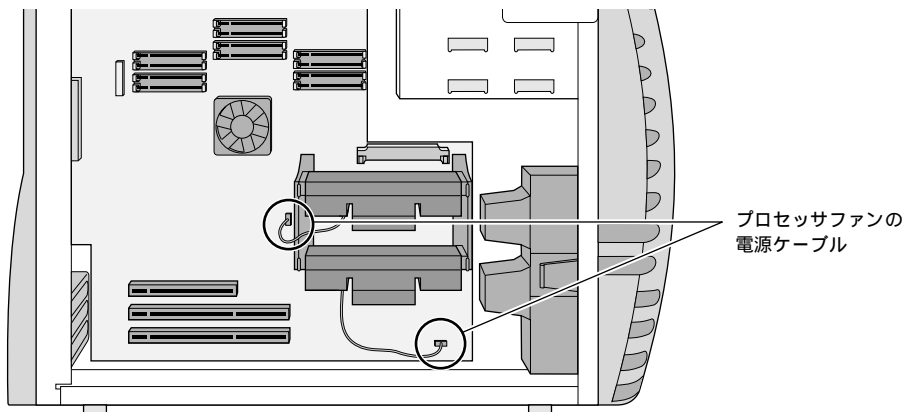

図 6-8 ボードからのプロセッサファン電源ケーブルの取り外し
5. プロセッサにファンが付いている場合は、システムボードの関連コネクタからファンの電源ケーブルを取り外します（図 6-8）。